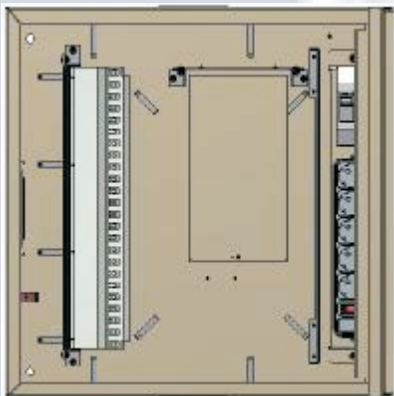

Рис. 3. Размещение оборудования на задней стенке бокса
2. Зона электропитания находится в правой придонной области (Рис. 3) и отделена от остального пространства поперечной металлической перегородкой. В данной зоне устанавливается кронштейн с блоком розеток (5x220В, типа Shuko) и коробка для установки автоматических выключателей.
4. Зона медной патч-панели находится в левой части придонной области (см. рис. 3). Данная зона предназначена для оконечивания абонентских кабелей типа «витая пара» и оснащена кронштейнами для установки стандартной 19-дюймовой патч-панели любого
производителя (показана на рис. 3, в комплект поставки не входит).